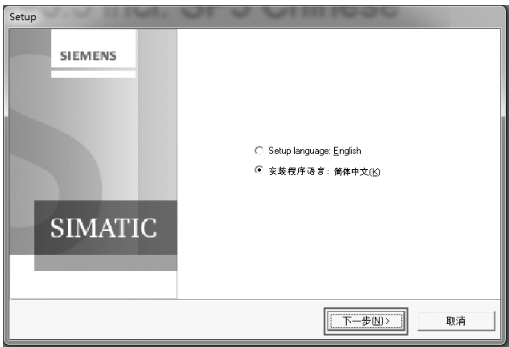

图 3-1 选择安装语言
1) 打开软件包，双击“setup.exe”，弹出如图 3-1 所示的界面，有两种安装语言供选择，本例选择“中文简体”语言，单击“下一步”按钮。